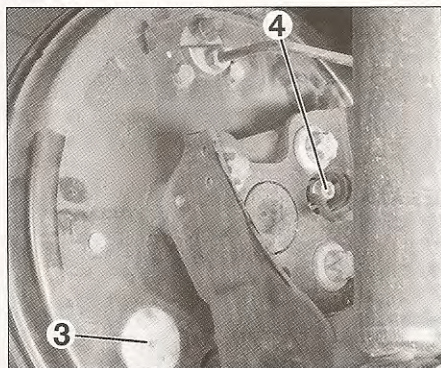

FIG. 21
- Desmontar las tapas (3) de la trampilla de acceso a los cables de freno de estacionamiento de los tambores y desengancharlos (fig. 21).
- Desmontar el tornillo (4) de los captadores de velocidades de rueda y separarlos de los tambores y del tren trasero.